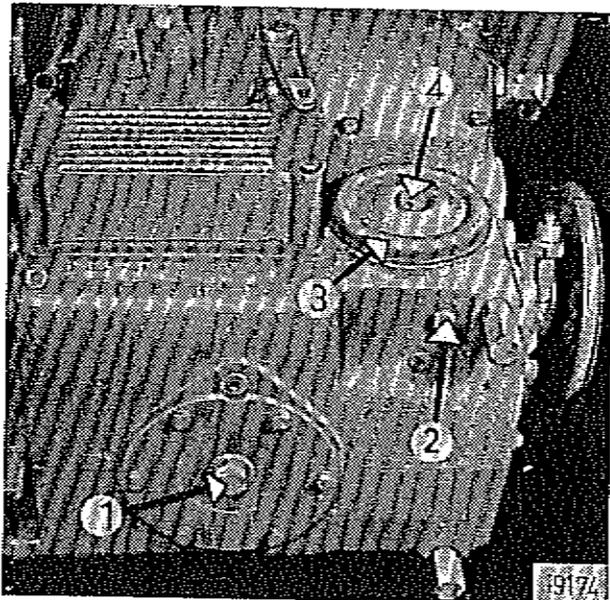
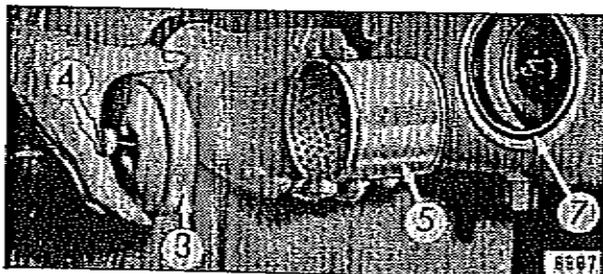

Bild 22
Bild 23
Ölwechsel nur bei warmem Motor, da warmes Öl besser abläuft. Zu diesem Zweck ist die Ablassschraube 1 und 2 (Bild 22) herauszuschrauben und das alte Öl abzulassen. Danach den Filtertopf 3 durch Herausdrehen der Schraube 4 demontieren und das Siebfilter 5 (Bild 23) in sauberem Dieselmotorkraftstoff reinigen.
*) Das Schmierölfilter (Bild 23) ist ein Siebfilter 5. Von der Ölpumpe wird das Öl durch das Siebfilter gedrückt. Hierbei lagert sich der Schmutz an dessen Mantelfläche ab. Das gefilterte Öl gelangt zu den Schmierstellen.